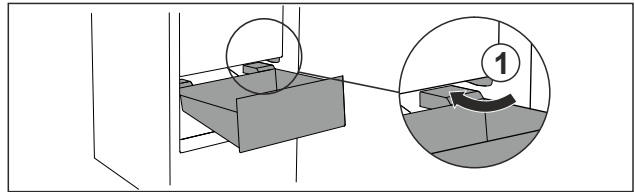

Fig. 70
- ▶ Обойдите стопор Fig. 70 (1) выдвижного ящика под наклоном.